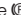

Abb. 255 Im unteren Bereich der Mittelkonsole: Taste für die elektronische Parkbremse.
- Ziehen Sie an der Taste  » **Abb. 255** und halten Sie sie in dieser Position.
- Die Parkbremse ist aktiviert, wenn die Kontrollleuchte der Taste » **Abb. 255** (Pfeil) und
- Drücken Sie die Taste  » **Abb. 255**. Gleichzeitig kräftig das Bremspedal drücken, oder wenn der Motor angelassen ist, leicht das Gaspedal drücken.
- Die Kontrollleuchte der Taste » **Abb. 255** (Pfeil) und die rote  Kontrollleuchte am Bildschirm des Kombiinstrumentes erlöschen.
Durch ununterbrochenes Ziehen der Taste  » **Abb. 255** beim Anfahren kann das automatische Lösen der Parkbremse unterbunden werden.
- Ziehen Sie an der Taste  » **Abb. 255** und halten Sie sie in dieser Position, um das »